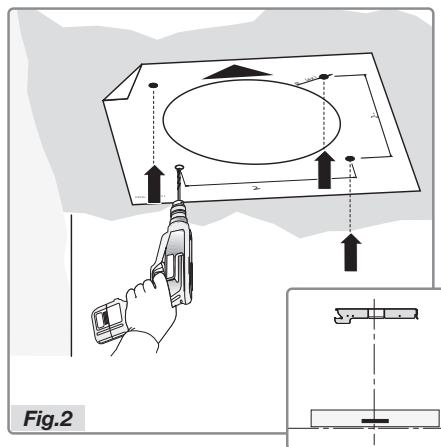

Fig.2
- Prenez le gabarit et placez-le contre le plafond, la flèche située du même côté que le bandeau de commande de la hotte (Fig.2).